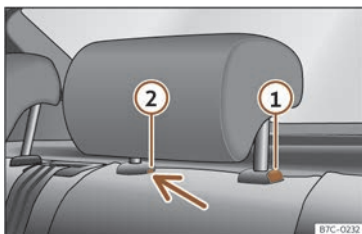

Fig. 72 Apoyacabezas trasero: desmontaje.
- Pulse la tecla >>> **fig. 72 ①**, apretando a la vez por el orificio del seguro ② con un destornillador plano de máximo 5 mm de anchura y retire el apoyacabezas.